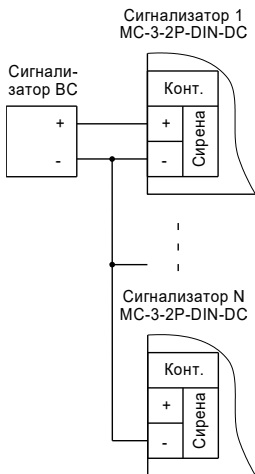

Рисунок 4
2.2.9 Организация цепи коммутации sireны по типу «открытый сток» позволяет на несколько сигнализаторов, питающихся от одного источника питания, использовать один внешний звуковой, световой сигнализатор. При этом цепь «сирена «+» может использоваться только у одного сигнализатора (рисунок 4).